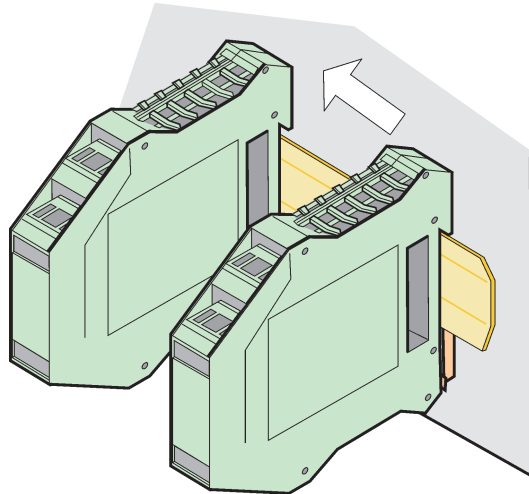

Figura 74 Instalación de múltiples módulos de expansión
4. Para módulos múltiples, instale los módulos lado a lado en el riel DIN y deslice los módulos juntos (Figura 74). De esta manera, la red y los suministros de energía de los módulos se conectan juntos.